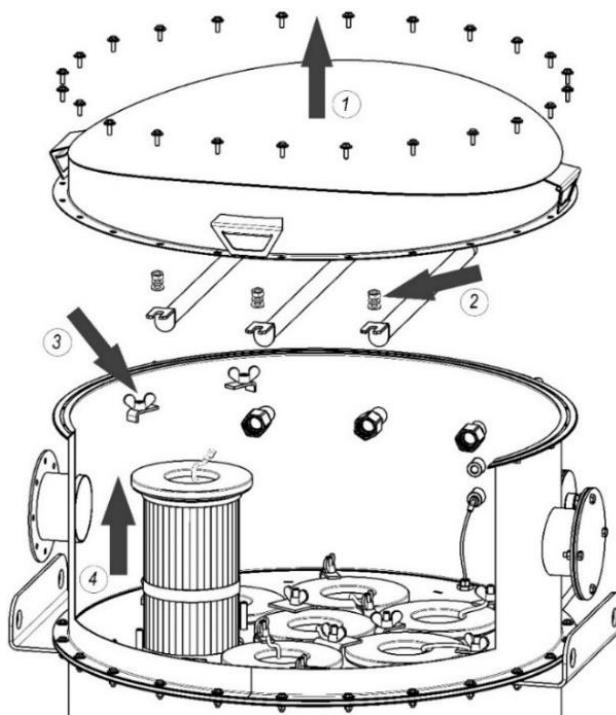

Рисунок 25
6.7.3 Для замены картриджей фильтровального блока необходимо (рисунок 25):